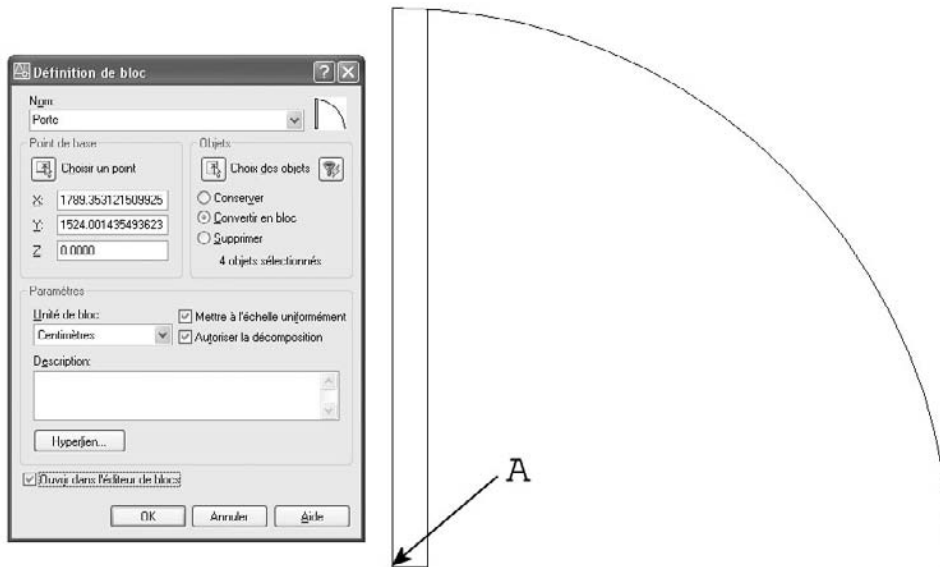

Fig.7.24
- [1] Réaliser le dessin de la porte avec une ouverture de 60cm (fig.7.24).